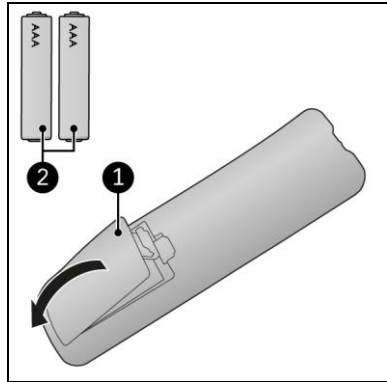

Figura 15
1. Îndepărtați capacul pentru baterii (figura 15, poz. 1).
2. Introduceți două baterii AAA de 1,5 V (Figura 15, poz. 2) în compartimentul pentru baterii. Asigurați-vă că introduceți bateriile în mod corect.